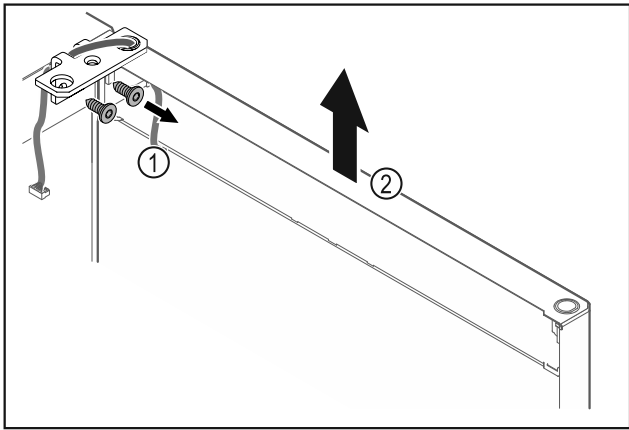

Fig. 20
- ▶ Развинтете ъгъла на пантата Fig. 20 (1).
- ▶ Повдигнете вратата заедно с ъгъла на пантата Fig. 20 (2) приблизително 200 mm право нагоре и я свалете.